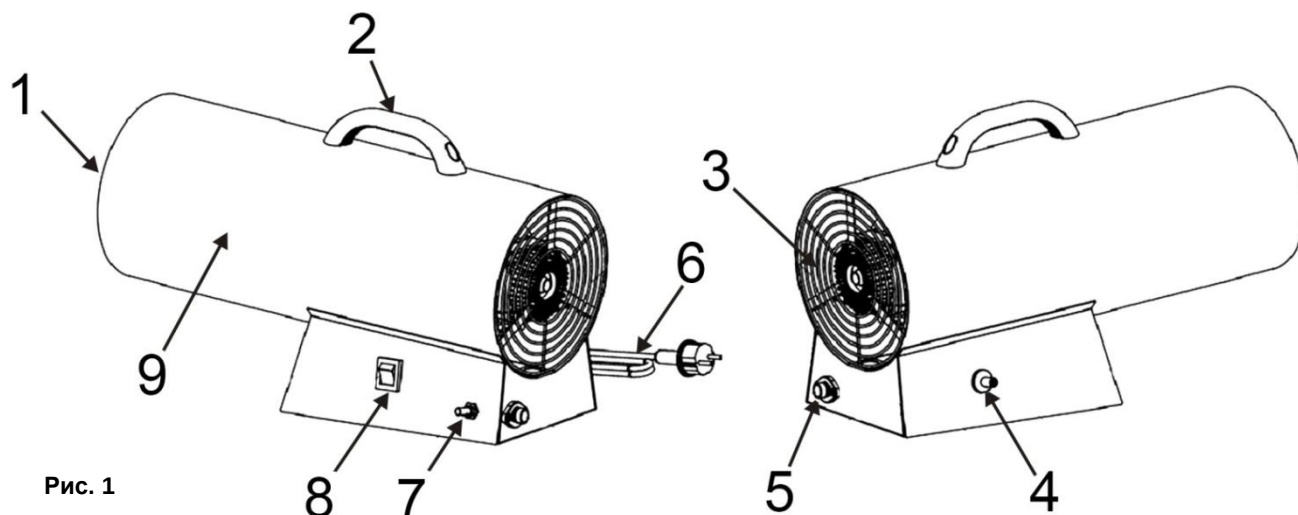

Рис. 1
- Подвод электроэнергии к нагревателю осуществляется через сетевой шнур с вилкой (6)(См. Рис.1).
- Переноску неработающего аппарата осуществляют с помощью ручки (2)(См. Рис.1).
- Включение и выключение электродвигателя с осевым вентилятором в работу осуществляется выключателем (8)(См. Рис.1).
- После нажатия на кнопку подачи газа (7)(См. Рис.1) происходит принудительное открытие электромагнитного клапана. Газ пропан подается в газовую горелку.
- После воспламенения пьезоэлектрическим запалом (4)(См. Рис.1), появляется пламя, которое нагревает защитную термопару прибора до рабочей температуры. После прогрева, термопара автоматически удерживает электромагнитный клапан в открытом состоянии для постоянной подачи газа.
- Вентилятор, вращаемый электродвигателем внутри корпуса нагревателя, засасывает холодный воздух извне, через защитную решетку (3)(См. Рис.1) направляет его на горелку нагревателя; холодный воздух проходит через камеру сгорания, где нагревается от пламени сгорания газа. После чего выходит направленным горячим потоком из нагревателя (3)(См. Рис.1).
- Установите клавишу выключателя питания вентилятора (8)(См. Рис.1) в положение «ВКЛ» (ON). Вентилятор нагревателя начнет работу. Дайте вентилятору поработать не менее 30 секунд для удаления остатков газа от последнего использования.
- Нажмите на кнопку подачи газа (7), и удерживая ее в таком положении, нажимайте на кнопку пьезоэлектрического розжига (4)(См. Рис.1) до полного зажигания горелки.
- После возгорания пламени удерживайте кнопку подачи газа (7)(См. Рис.1) в нажатом положении в течение 10-15 секунд, до прогрева термопары нагревателя до рабочей температуры.
- Если после отпускания кнопки подачи газа (7)(См. Рис.1) горелка погаснет, то через минуту вновь повторите операцию розжига, удерживая кнопку подачи газа на некоторое время больше, чем при первой попытке.
- После этого, в течение нескольких минут, дайте вентилятору охладить нагреватель и затем отключите выключатель питания (8)(См. Рис.1).